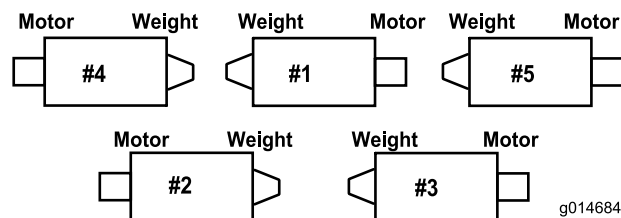

**Figura 6**
- C. Monte el perno del tubo del muelle a la otra pestaña del bastidor de tiro y fíjelo con la tuerca con arandela prensada. La cabeza del perno debe colocarse en el exterior de la pestaña, según se muestra en Figura 6.
- D. Monte el soporte de la varilla en las pestañas de la unidad de corte con los pernos de cuello cuadrado y las tuercas (Figura 6).